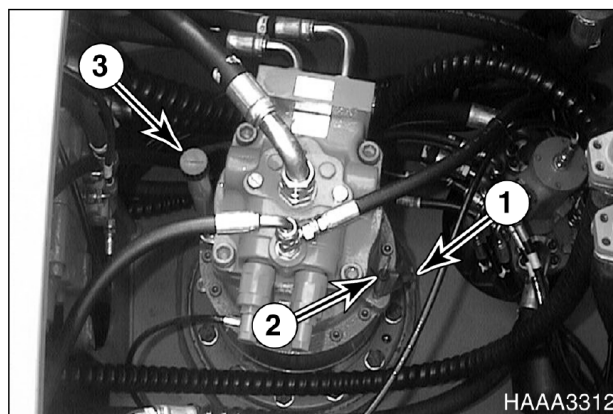

Рис. 20
1. Используя щуп (2, рис. 20), проверить уровень масла в механизме редуктора поворота.
3. При необходимости через сапун/заливное отверстие (3, рис. 20) долить масло до нормального уровня.
4. Если уровень масла превышает отметку **“H”** на щупе, ослабить заглушку сливного отверстия (1, рис. 20) и слить излишек масла в соответствующую емкость.